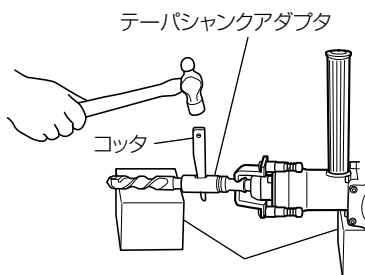

図 11
- (1) テーパシャンクアダプタにテーパシャンク付ドリルビットを取付けます。
- (2) スイッチを入れ、穴あけ深さ表示溝まで穴をあけます。
- (3) スポイトで掃除した後、アンカーの先端にプラグを付け、手ハンマなどで打込みます。
- (4) テーパシャンク付ドリルの取りはずしは、テーパシャンクアダプタの長穴部分にコッタを入れ、下に台を置いてコッタの頭を手ハンマでたたいてはずします。(図11)